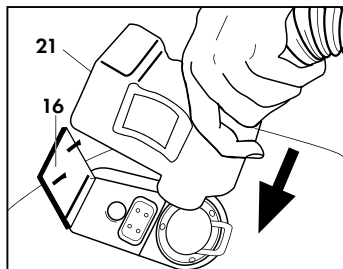

Abb. 10
Die Klappe der Steckbuchse (16) an den Körper des Schnellanschlusses drücken und kontrollieren ob die beiden Teile richtig ineinander rasten. (Abb. 10)